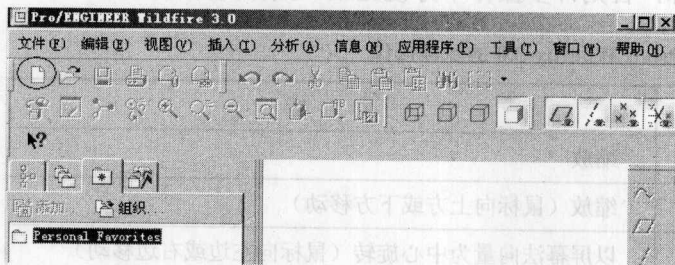

图 1-8 新建文件
- (1) 在文件工具栏单击创建新对象按钮,如图 1-8 所示。